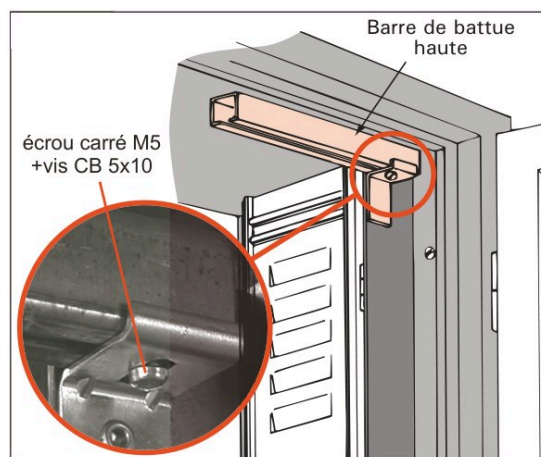

Figure 8 – La barre de battue haute, fixée sur la tapée métallique
3. Fixez la barre de battue haute sur les cornières : écrou carré M5 et vis CB 5x10 (figure 8).